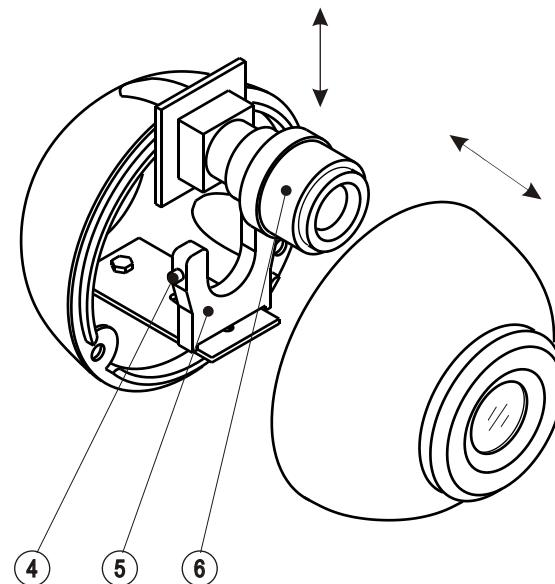

Рис.3 Установка ТВ камеры
- 1.2 Отвернуть три винта крепления сферы термокожуха (2).
2. Монтаж модульной ТВ камеры (рис.3)